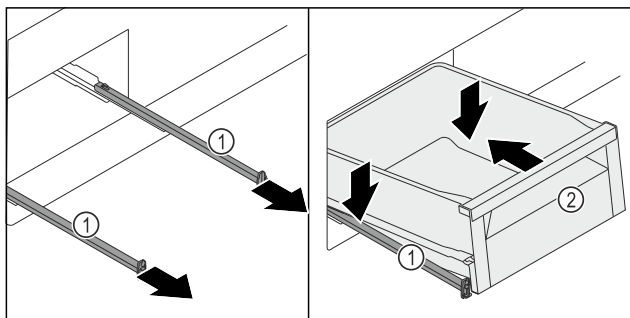

Fig. 126
- ▶ Извлеките направляющие Fig. 126 (1).
- ▶ Удерживая направляющие Fig. 126 (1), установите выдвижной ящик Fig. 126 (2) с небольшим наклоном сверху на направляющие Fig. 126 (1).
- ▶ Установите выдвижной ящик Fig. 126 (2) на направляющие Fig. 126 (1) и задвиньте до конца назад.